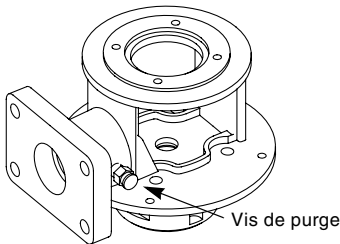

Fig. 10
2. Si la pompe est équipée d'une vis de purge, cette dernière doit être ouverte, voir fig. 10.